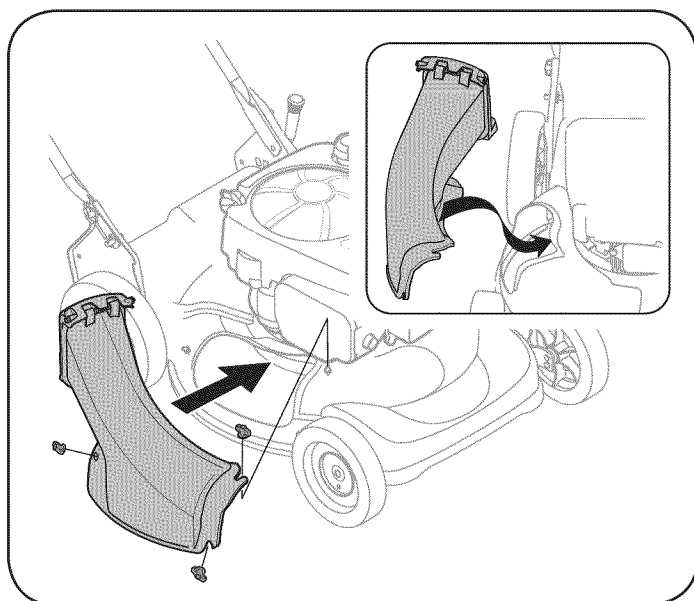

Figura 4
- Reemplace con el adaptador de la bolsa colectora, asegurándose de que el labio frontal del adaptador encaje debajo del borde de la plataforma. Vea la Figura 4. Asegure con las tuercas de mariposa que extrajo antes.